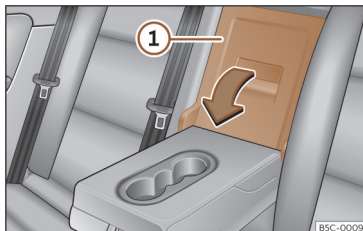

Fig. 121 No encosto do banco traseiro: abertura da portinhola.
- Puxe a alavanca de desbloqueio no sentido da seta e rebata completamente a tampa >>> **Fig. 121** ① para a frente.